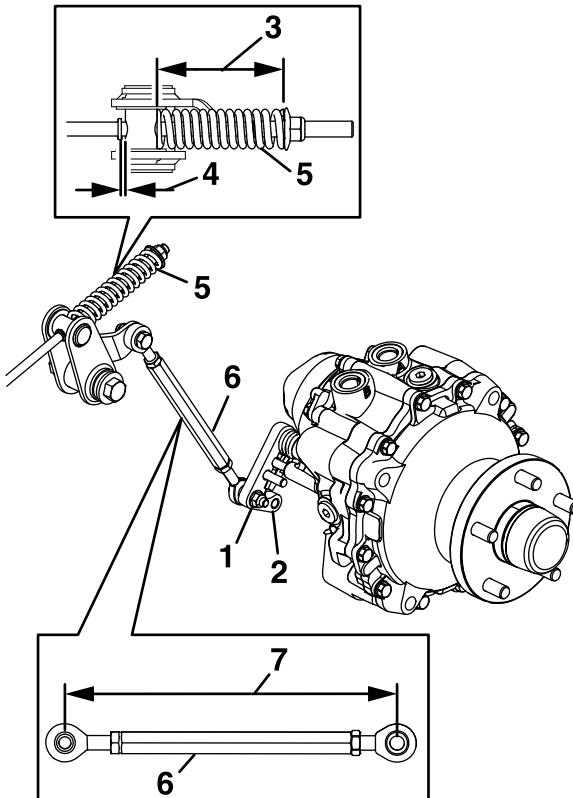

Рисунок 54
7. Измерьте длину узла тяги (Рисунок 54).
8. Измерьте длину пружины (Рисунок 54).